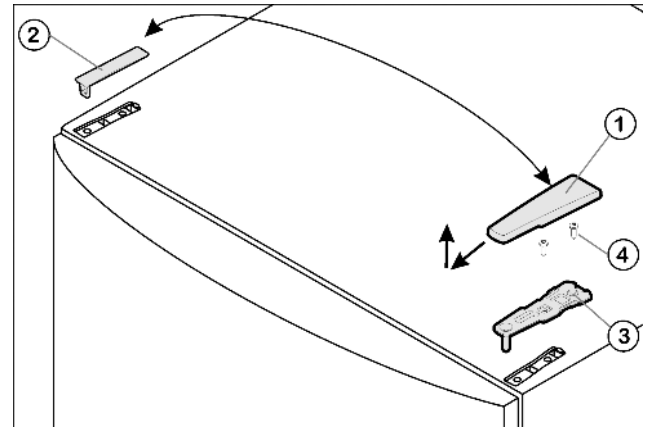

Fig. 4
- Enlever le cache Fig. 4 (1) vers l'avant et vers le haut.
- Retirer le cache Fig. 4 (2).
- Dévisser le support d'appui supérieur Fig. 4 (3) (2 Torx® 25) Fig. 4 (4) et retirer vers le haut.
- ▶ Placer le support d'appui supérieur Fig. 4 (3) sur le nouveau côté charnière de porte.
- ▶ Visser le support d'appui supérieur à fond (avec 4 Nm) (2 Torx® 25) Fig. 4 (4). Pointer les trous de vissage ou utiliser une visseuse sans fil.
- ▶ Faire encliqueter le cache Fig. 4 (1) et le cache Fig. 4 (2) du côté opposé.